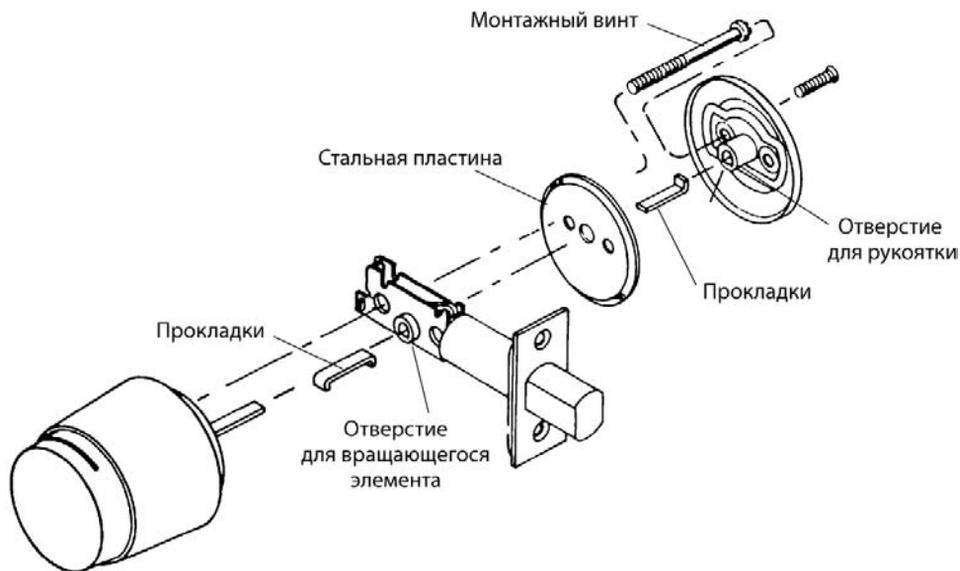

Рис. 7.5. Модель 400К Cor-Kit (С разрешения компании CorKey Control Systems, Inc.)
5. Выяснить, какого типа ваш замок-засов Kwikset (нового или старого), можно по отверстию хвостовика в засове. Если у вас комплект нового типа, то надо вставить два стержня для образования зазора, чтобы предотвратить проворачивание хвостовика в большом отверстии (рис. 7.5).